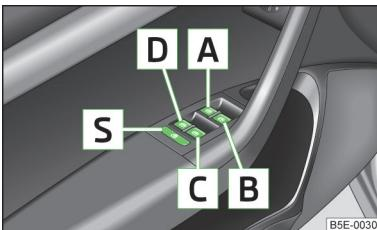

Fig. 23
- Si se transportan niños en los asientos traseros, se recomienda poner fuera de funcionamiento los elevalunas eléctricos de las puertas traseras (conmutador de seguridad)  » fig. 23 de la página 52.
Teclas de los elevalunas » fig. 23.
Se pueden poner fuera de servicio las teclas de los elevalunas de las puertas traseras pulsando el comutador de seguridad **S** » fig. 23. Se ponen de nuevo en funcionamiento las teclas en las puertas traseras pulsando de nuevo el comutador de seguridad **S**.
- › Mantenga la tecla  ¹⁾ en la posición de apertura » fig. 23 de la página 52.
- › Mantenga la tecla  ¹⁾ en la posición de cierre » fig. 23 de la página 52.